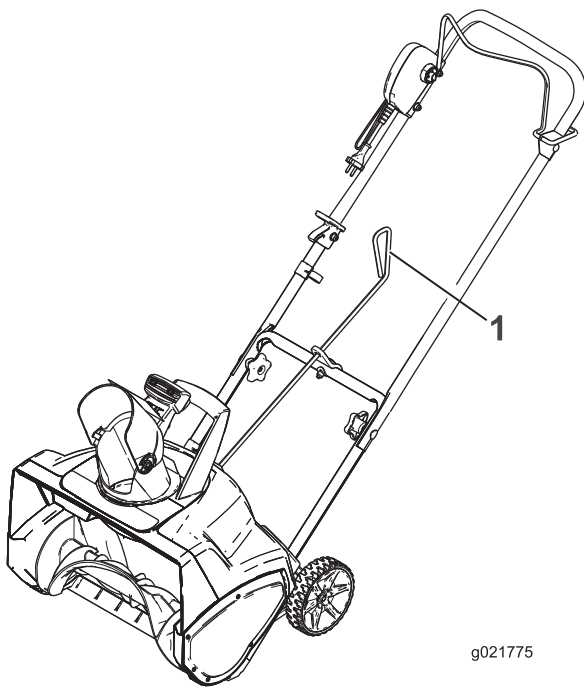
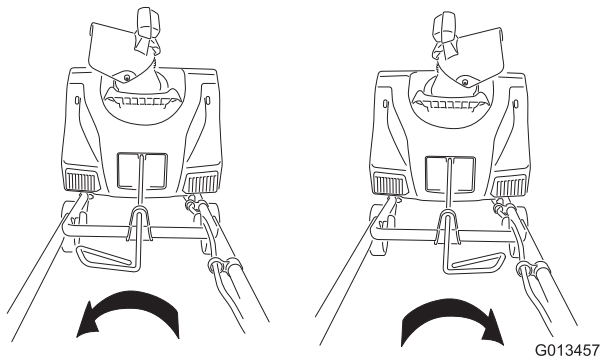

Figure 6
Figure 7
4. Vérifiez que la poignée de la tige d'orientation de l'éjecteur est dirigée vers le haut (**Figure 6**) et insérez la tige dans le trou de clavette au dos du carter.
6. Bougez la poignée de la tige d'orientation pour vérifier qu'elle bouge dans la même direction que l'éjecteur (Figure 7).
Pour régler l'éjecteur, déplacez la poignée de la tige d'orientation dans la direction d'éjection de la neige recherchée (Figure 6 et Figure 7).